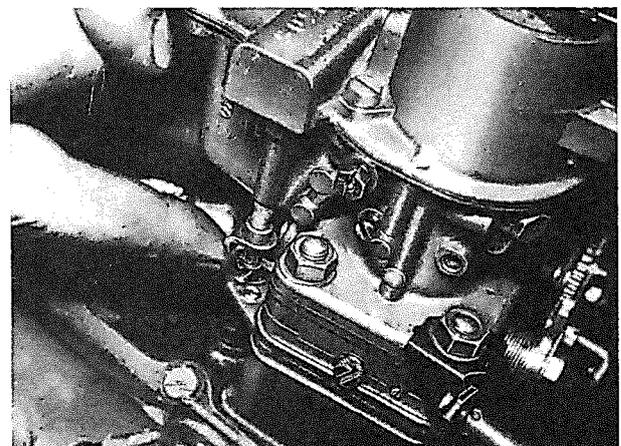

Bild 23
3. Durch leichtes Anheben des Hebels und nachfolgendem Anheben der Stange überzeugt man sich vom leichten Gang der Steuerung. Betätigungshebel nicht verkanten! **Bild 23**